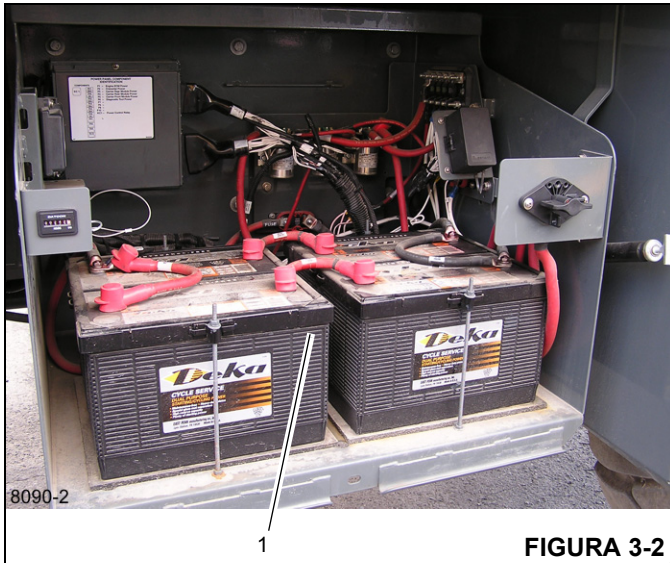

FIGURA 3-2
As baterias (1) (Figura 3-2) localizam-se em uma caixa no lado esquerdo do guindaste. Elas são do tipo que não exigem manutenção e são completamente seladas, exceto por um pequeno furo de respiro na lateral. O furo de respiro permite que uma pequena quantidade de gases produzidos na bateria possam escapar. Em algumas baterias, um indicador de teste localizado na parte superior é usado para determinar se ela pode ser testada em caso de algum problema na partida.